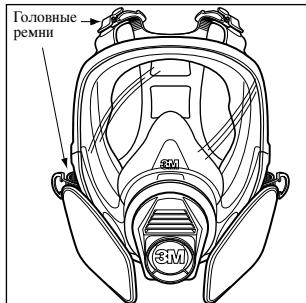

Рис. 1
6.1. Полностью ослабьте все четыре ремня, затем наденьте ремни на затылок и натяните маску на лицо. (Рис. 1, 2)